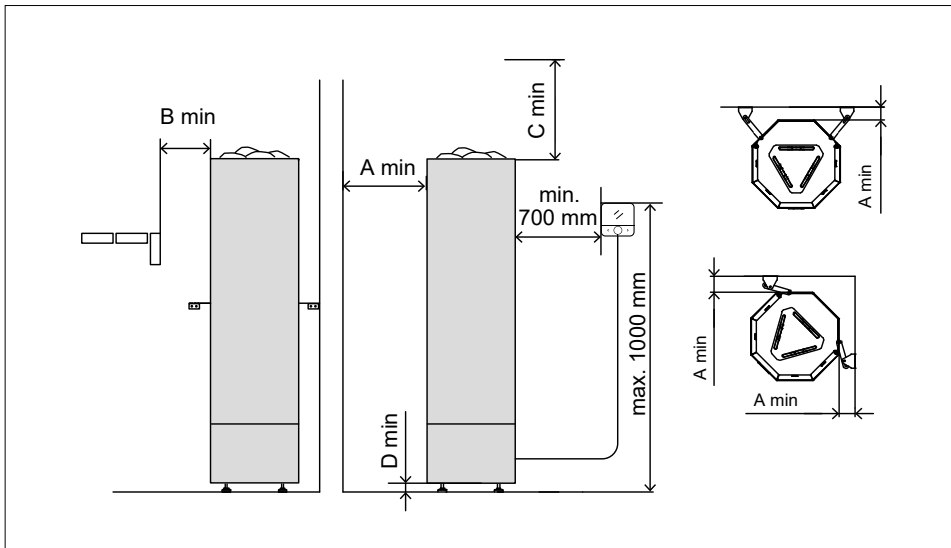

Abbildung 4. Mindestsicherheitsabstände
Bei Bedarf kann ein Ofenschutz um den Saunaofen herum gebaut werden. Dieser muss immer die in der Anleitung angegebenen Sicherheitsabstände zu brennbaren Materialien einhalten (Abbildung 4 und Tabelle 2).
- Der Saunaofen kann auch in einer Wandnische installiert werden. Siehe Abbildung 4.
- Das Bedienfeld darf nicht an einem Ort installiert werden, an dem die Höchsttemperatur von 80 °C überschritten wird. Wenn das Bedienfeld in der Dampfkabine installiert wird, muss der Installationsort mindestens den Mindestschutzabstand (0,7 m) zum Heizgerät und höchstens einen Meter (1 m) über dem Boden betragen. (Siehe Abbildung 4). Stromversorgungskabel und das Kabel des Bedienfelds sollten nicht nebeneinander verlegt werden, um Störungen zu vermeiden.